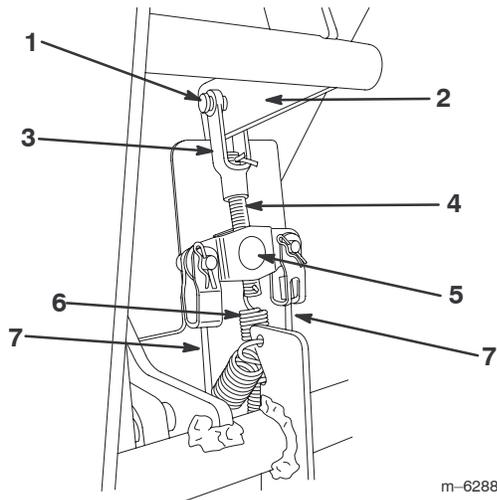

Bild 35
2. Prüfen Sie die Bremskabel am Bremsausgleich (unter dem Armaturenbrett) und ermitteln Sie, wie weit die Bremsstange am Ausgleich nach oben gleiten muss, damit die Züge kein Spiel aufweisen (Bild 35).
3. Entfernen Sie den Splint und den Lastösenbolzen von dem Bremsstangenlastösenbolzen (Bild 35).
4. Nehmen Sie die Feder vom Ende der Bremsstange ab (Bild 35).
6. Drehen Sie die Bremsstange in den Bremsausgleich ein oder heraus, um das Spiel von den Bremskabeln zu entfernen (Bild 35). Ziehen Sie die Kabel nicht zu fest an.
7. Setzen Sie die Feder in das Loch an der Bremsstange ein (Bild 35).
8. Verbinden Sie den Bolzen in die Bremsstange mit dem vorher entfernten Lastösenbolzen und dem Splint an der Bremsstange (Bild 35).